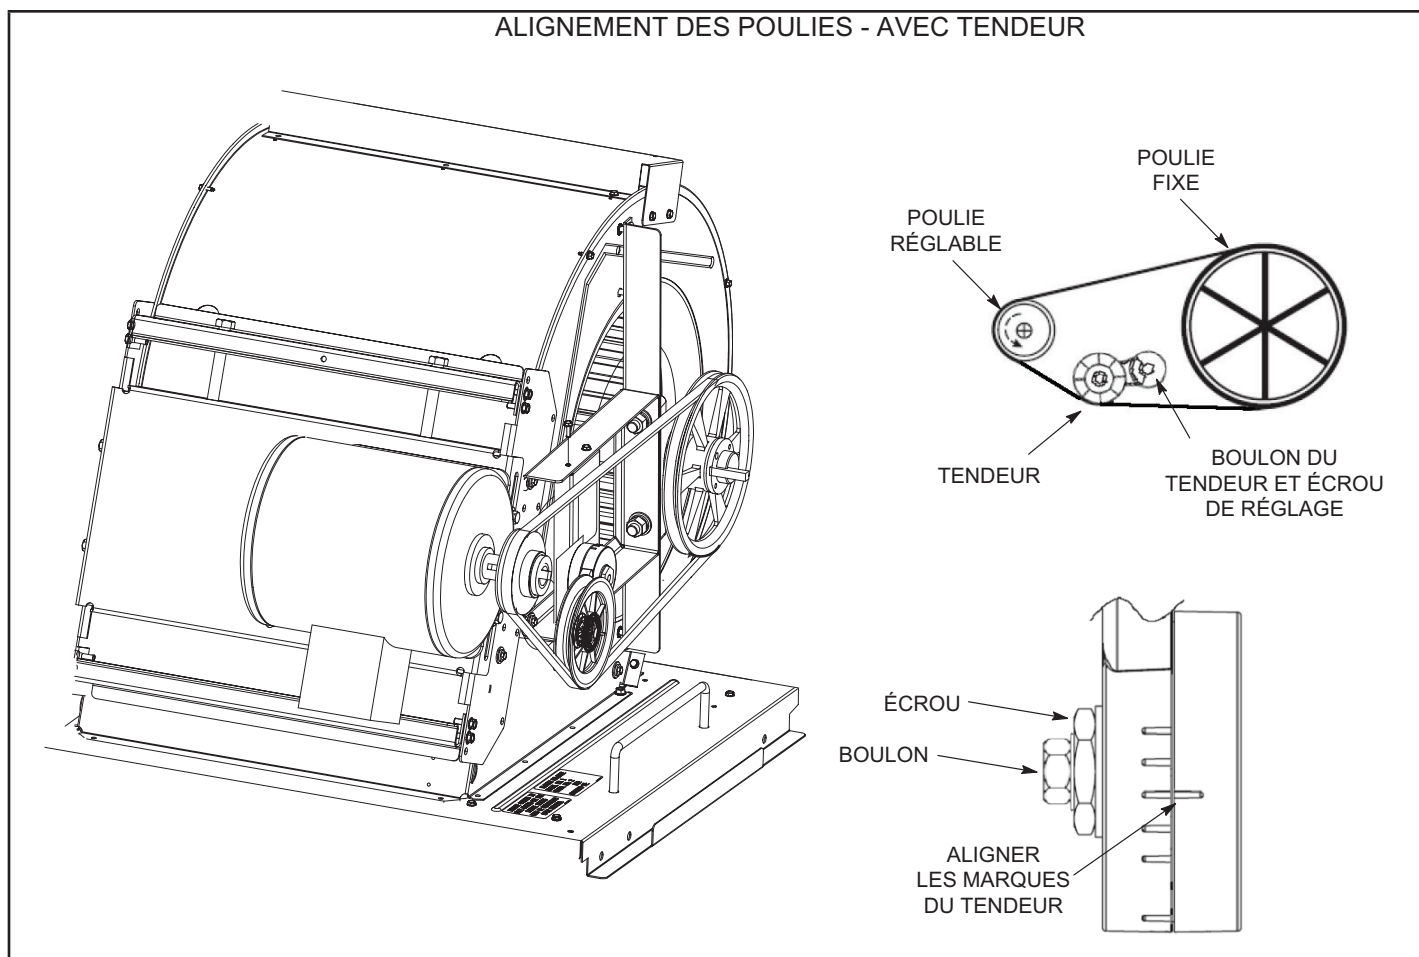

FIGURE 24
- 1 - Desserrez le boulon au centre du tendeur. Reportez-vous à la FIGURE 24.